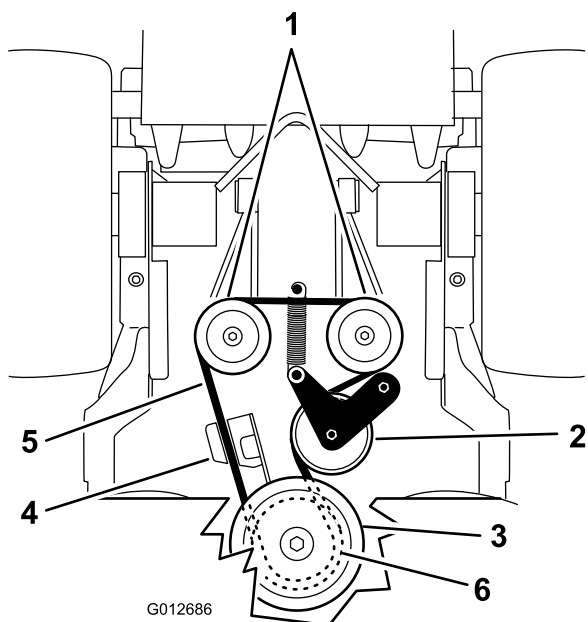

Figure 68
5. Décrochez le ressort de tension du bâti (Figure 68).
7. Accrochez le ressort de la poulie de tension au cadre (Figure 68).